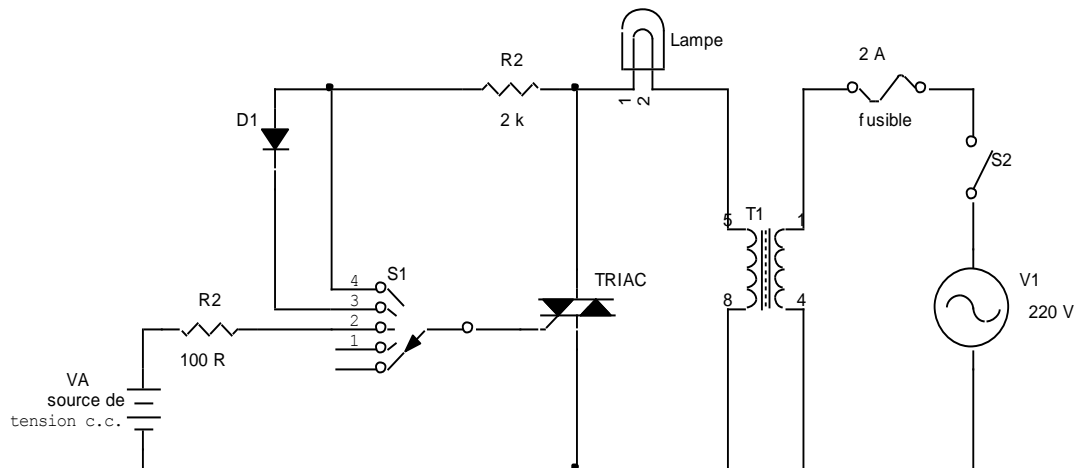

Figure 10-1 : Circuit de commutation à base d'un TRIAC
2. *Faites le montage du circuit de la figure 10-1. assurez-vous que l'interrupteur S2 soit ouvert et que l'interrupteur S1 soit en position 1. assurez-vous que la tension de sortie du bloc d'alimentation c.c. est à 0.*